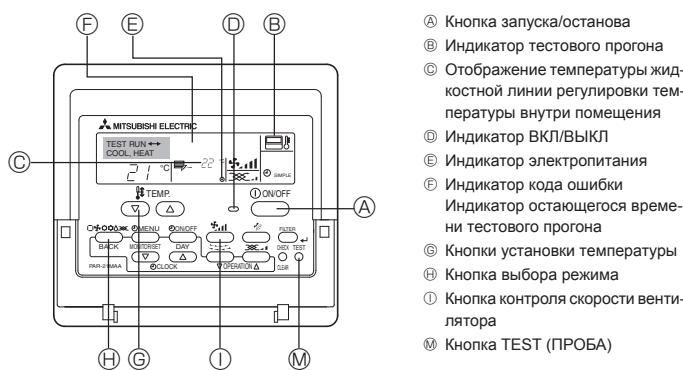

Fig. 9-2
9.2.2. Проводной пульт дистанционного управления (Fig. 9-2)
- ① Включите питание по крайней мере за 12 часов до начала пробного прогона.
- ② Дважды нажмите кнопку [TEST]. ➔ “TEST RUN” на ЖК-дисплее
- ③ Нажмите кнопку [Mode selection] (Выбор режима). ➔ Убедитесь, что выдув воздуха осуществляется.
- ④ Нажмите кнопку [Mode selection] (Выбор режима) и переключитесь на режим охлаждения (или обогрева).
- ⑤ Нажмите кнопку [Fan speed] (Скорость воздушного потока).
- ⑥ Проверьте работу вентилятора наружного прибора.
- ⑦ Выключите пробный прогон нажатием кнопки [ON/OFF]. ➔ Стоп
- ⑧ Введите телефонный номер.